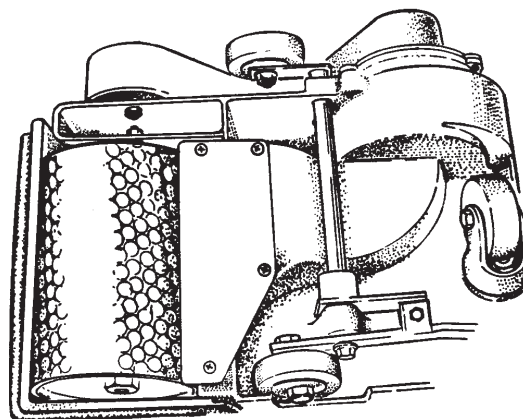

Figura 12
5. Alinee la zapata para el polvo con el tambor y ajuste los tornillos. Consulte la figura 12.